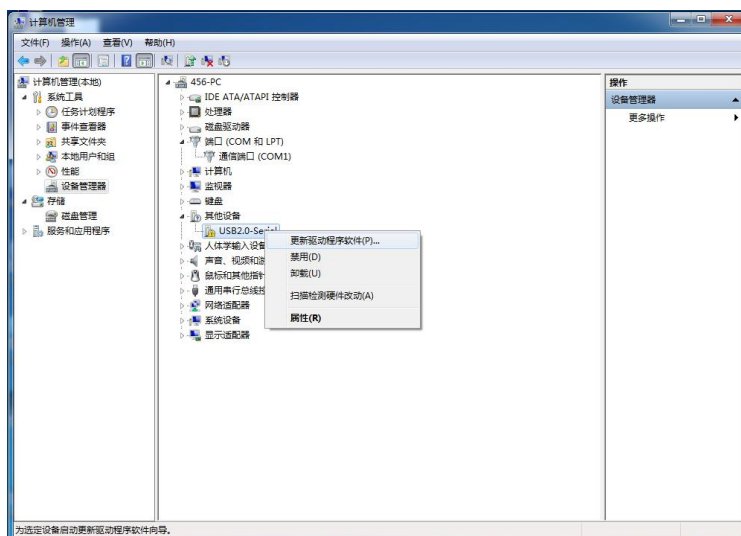

图 1.2 选择更新相关驱动设备
**Step1:** 打开设备管理器，右击“USB2.0-Serial”，并选择更新驱动程序如下图 1.2 所示。